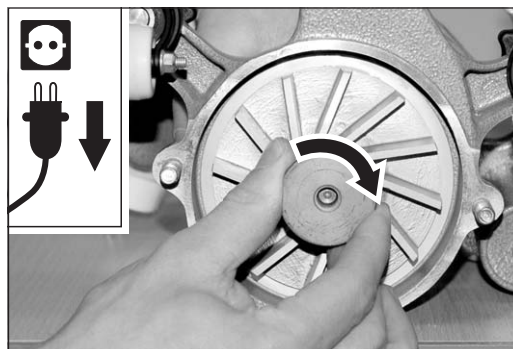

Abb. 58 Die neue Motorriemenscheibe auf die Motorwelle schrauben.
- 6 Schrauben Sie die neue Motorriemenscheibe **im Uhrzeigersinn** auf die Motorwelle (Abb. 58).